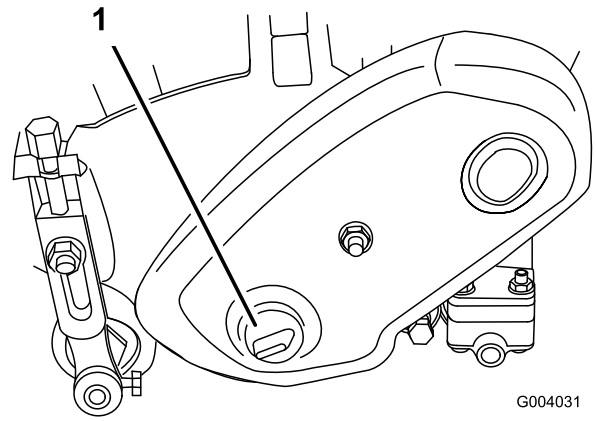

Bild 62
1. Nehmen Sie die Schraube von der Spindeltriebsabdeckung an der linken Seite der Spindel ab (Bild 62).